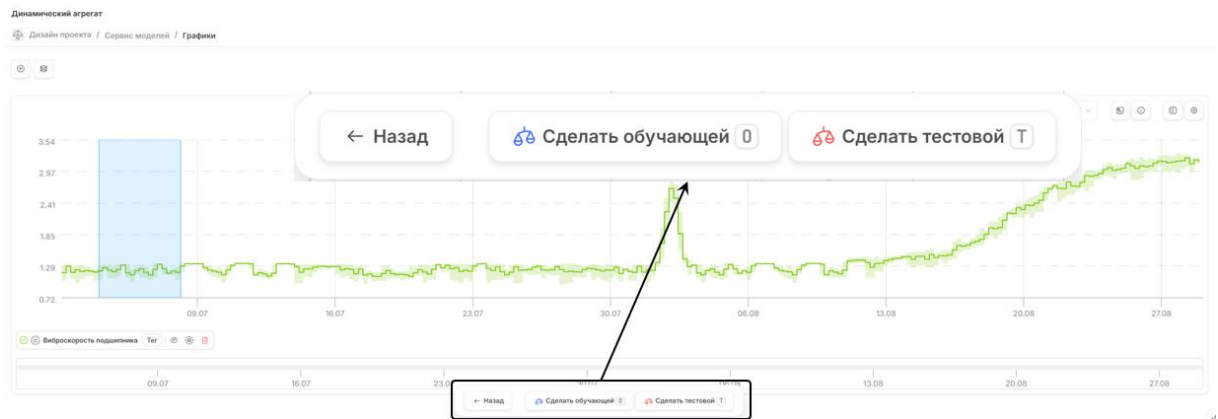

Рисунок 149. Выбранный интервал на графике
2. Выделите интересующий интервал — он подсветится. В нижней части появится плашка с действиями: «Назад» (сбросить выделение), «Сделать обучающей», «Сделать тестовой» (Рисунок 149).